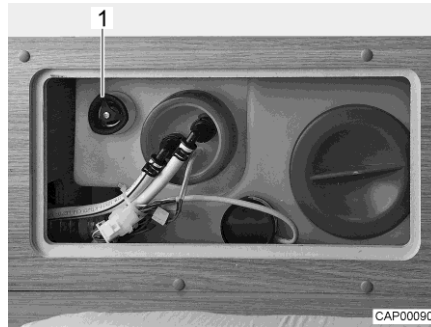

Fig. 99 Depósito de agua con tirador giratorio
- Girar el tirador giratorio (Fig. 99,1) del depósito de agua en sentido contrario a las agujas del reloj sobrepasando la resistencia, para abrir el orificio de salida completamente.